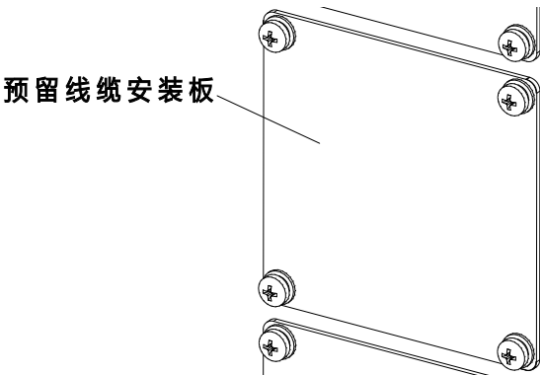
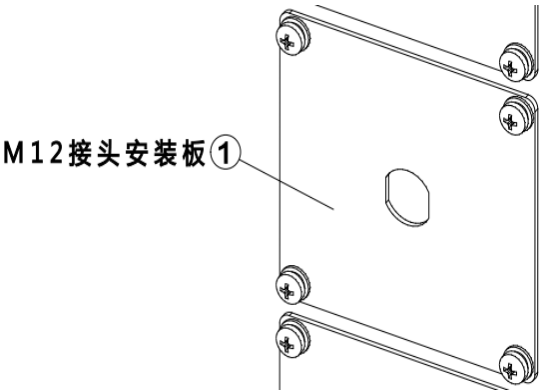

图 13-3 预留线缆安装板
图 13-4 M12 接头安装板
步骤1. 用十字螺丝刀将原本的预留线缆安装板（参考图 13-3）拆下，将① M12 接头安装板（参考图 13-4）安装在柜体上。